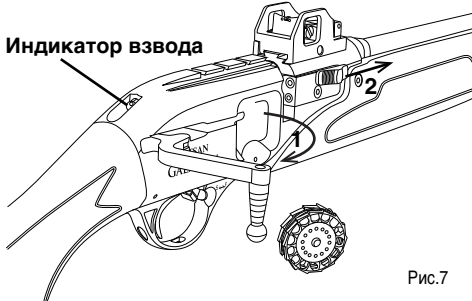

Рис.7
3. Чтобы освободить магазин, необходимо оттянуть рычаг взвода к себе до щелчка (будет видна красная полоска на индикаторе взвода-это означает что винтовка взведена). Далее необходимо отвести (справа) кнопку сброса магазина вперёд. После чего магазин можно извлечь вручную потянув его направо (Рис.7) **ПОСЛЕ ЭТИХ ОПЕРАЦИЙ ВАША ВИНТОВКА БУДЕТ ВЗВЕДЕНА. ЕСЛИ СНЯТЬ ЕЁ С ПРЕДОХРАНИТЕЛЯ И НАЖАТЬ НА СПУСКОВОЙ КРЮЧОК, ДАННАЯ ВИНТОВКА ВЫСТРЕЛИТ.**